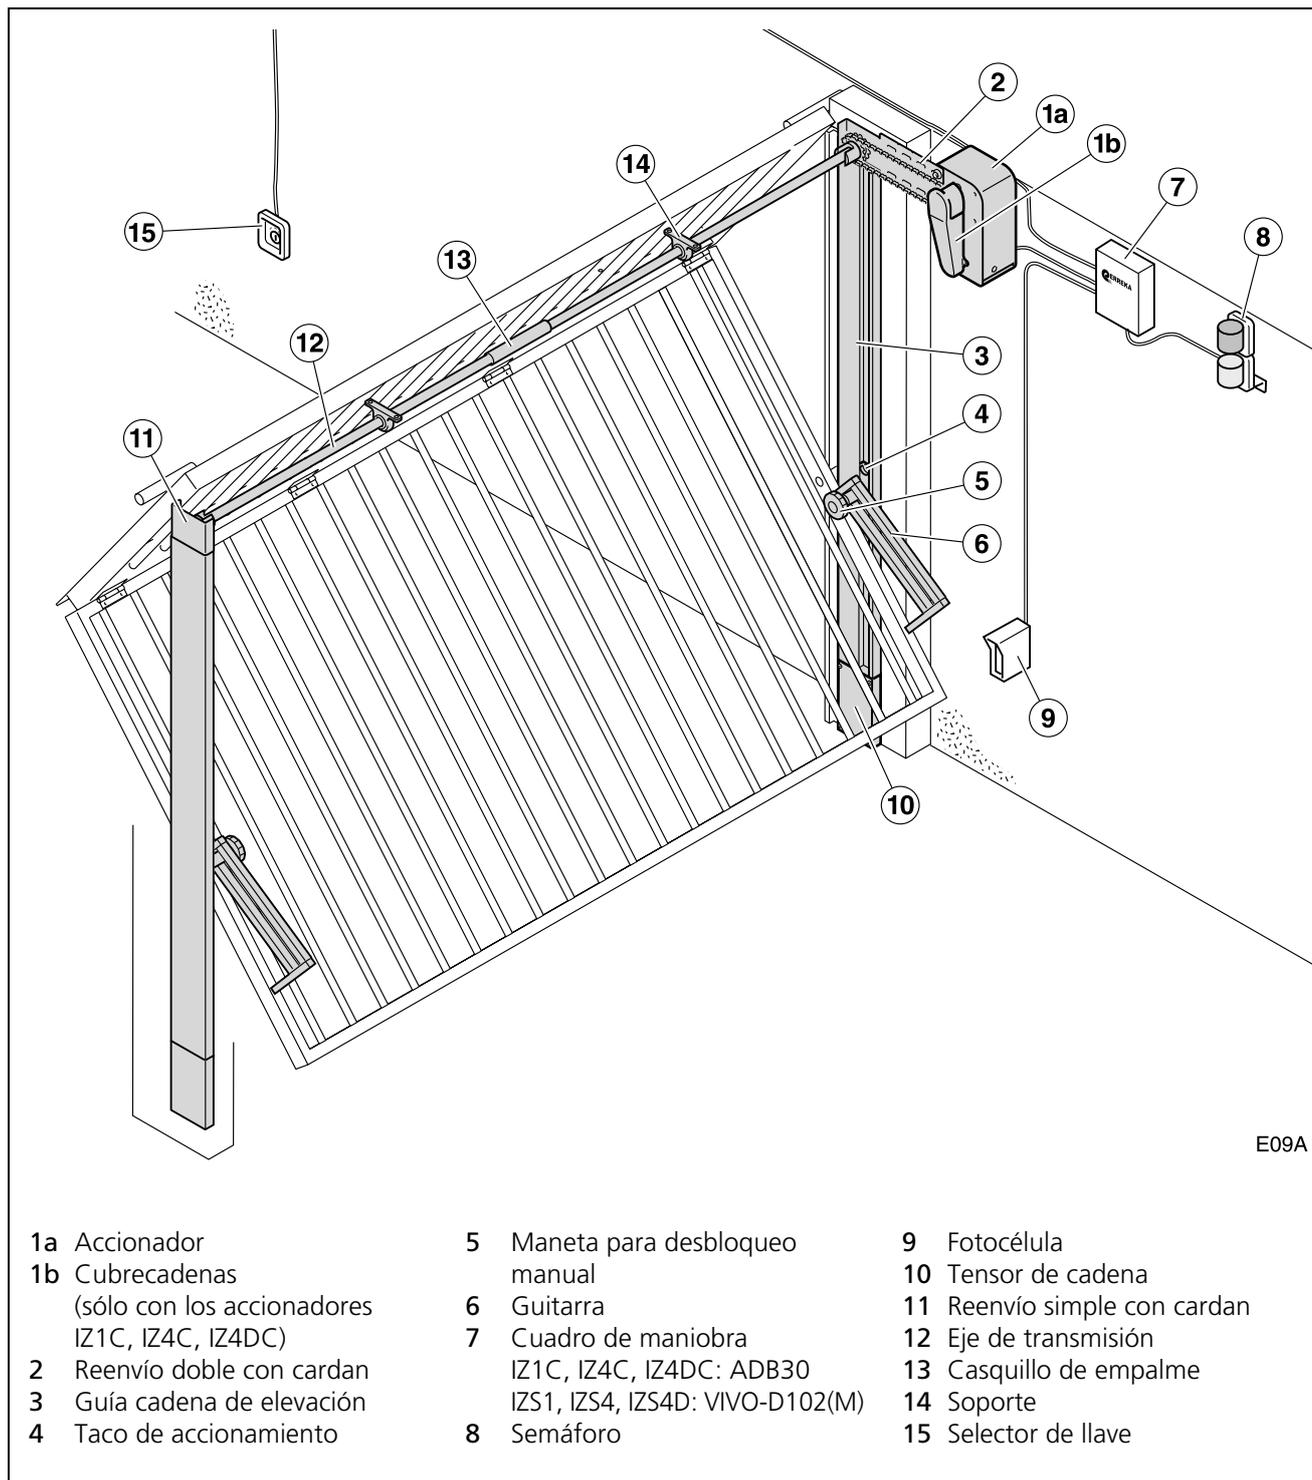

Fig. 1 Elementos de la instalación completa
**ℹ** Para más información, vea "Fig. 1 Elementos de la instalación completa" en la página 3.
2 Compruebe que el contenido del paquete está completo. Debe incluir el accionador (1a) y en los accionadores IZ1C, IZ4C e IZ4DC, también el cubrecadenas (1b) (ver "Fig. 1 Elementos de la instalación completa" en la página 3). El resto de elementos se suministran por separado.